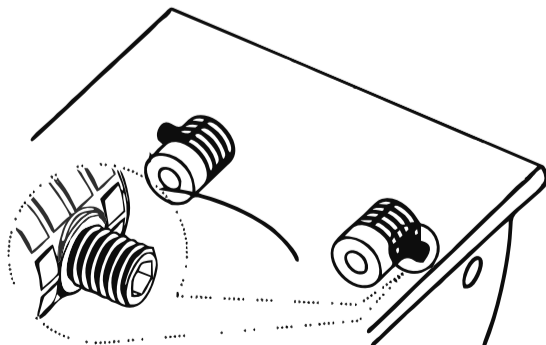

Fig. 5
- 4** Montar o fixador na bacia conforme esquema abaixo. Utilizar a chave 'allen' para travar o fixador na bacia (Fig. 5):